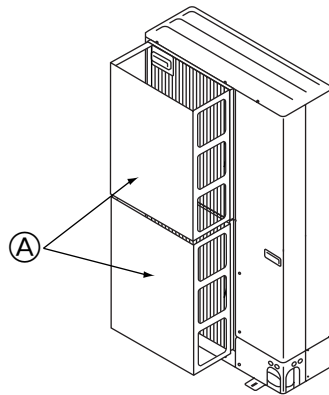

Fig. 3-3
- ② 若机组安装在台风等强风可直接吹入送风口的地方，请安装选购的导气板。（Fig. 3-3）